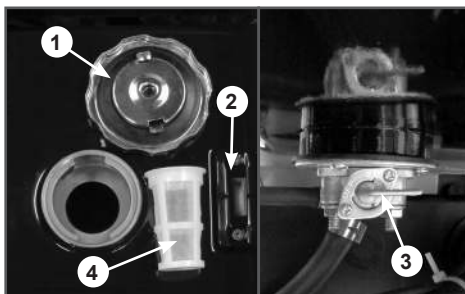

Рис. 7 Основные элементы топливного бака
После заправки топливного бака убедиться в том, что крышка заливной горловины закрыта должным образом. Основные элементы топливного бака показаны на Рис. 7.
1. Откройте топливный кран (Рис. 7 п. 3). Для этого рычаг топливного крана переведите в вертикальное положение.
2. Переведите рычаг топливного крана (Рис. 7 п. 3) в вертикальное положение (Открыто).